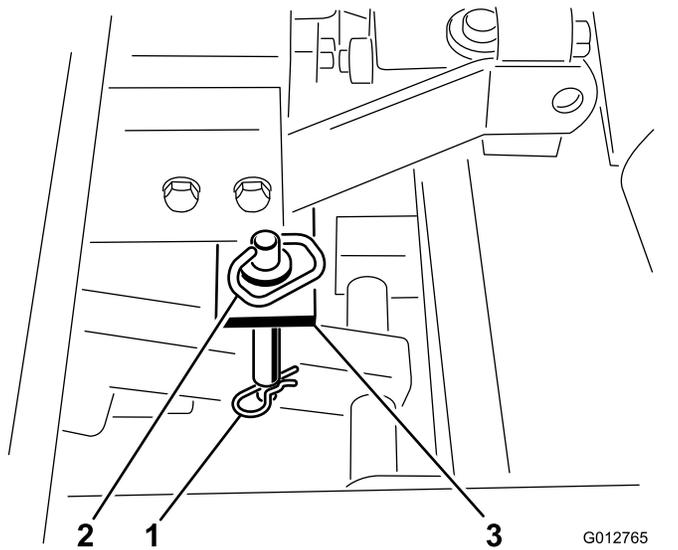

**Figure 20**
2. Montez la barre de transport sur les goupilles de montage des bras de levage, et fixez-la en place avec les goupilles fendues (Figure 20).